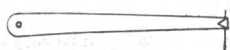

图12 探针
(9) 喷灯喷口有时被堵塞，可用探针(图12)通畅之。探针可以用细钢丝自制。